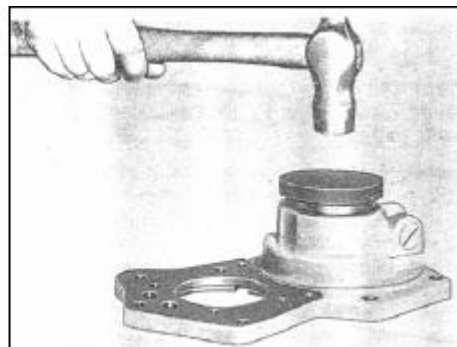

РИС. 225
1) Установите ведущую шестерню привода спидометра на место. Установите ведомую вал - шестерню. Вкрутите заглушку с резьбой с усилием 2 кг-м. Вставьте концевую пробку. Установите манжету в крышку привода спидометра, используя спец. инструмент №312 5891 239 (см. рис.225).